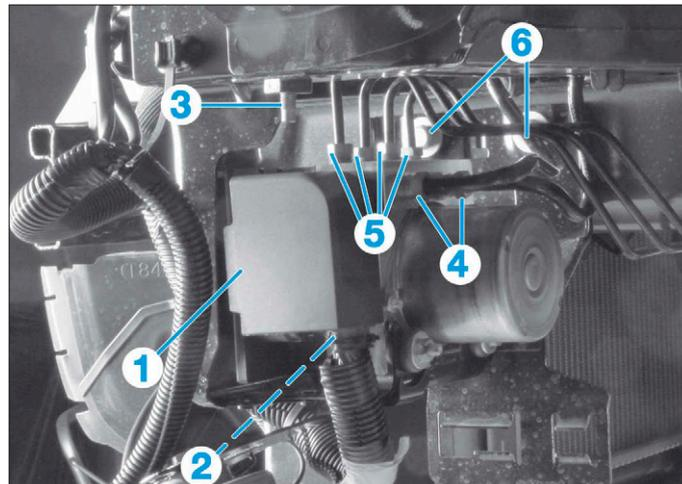

FIG. 34
- la protection du connecteur (1) (Fig.34).
- Déposer la vis inférieure (2).
- Déposer la vis (3).
- Désaccoupler les canalisations (4) puis (5).